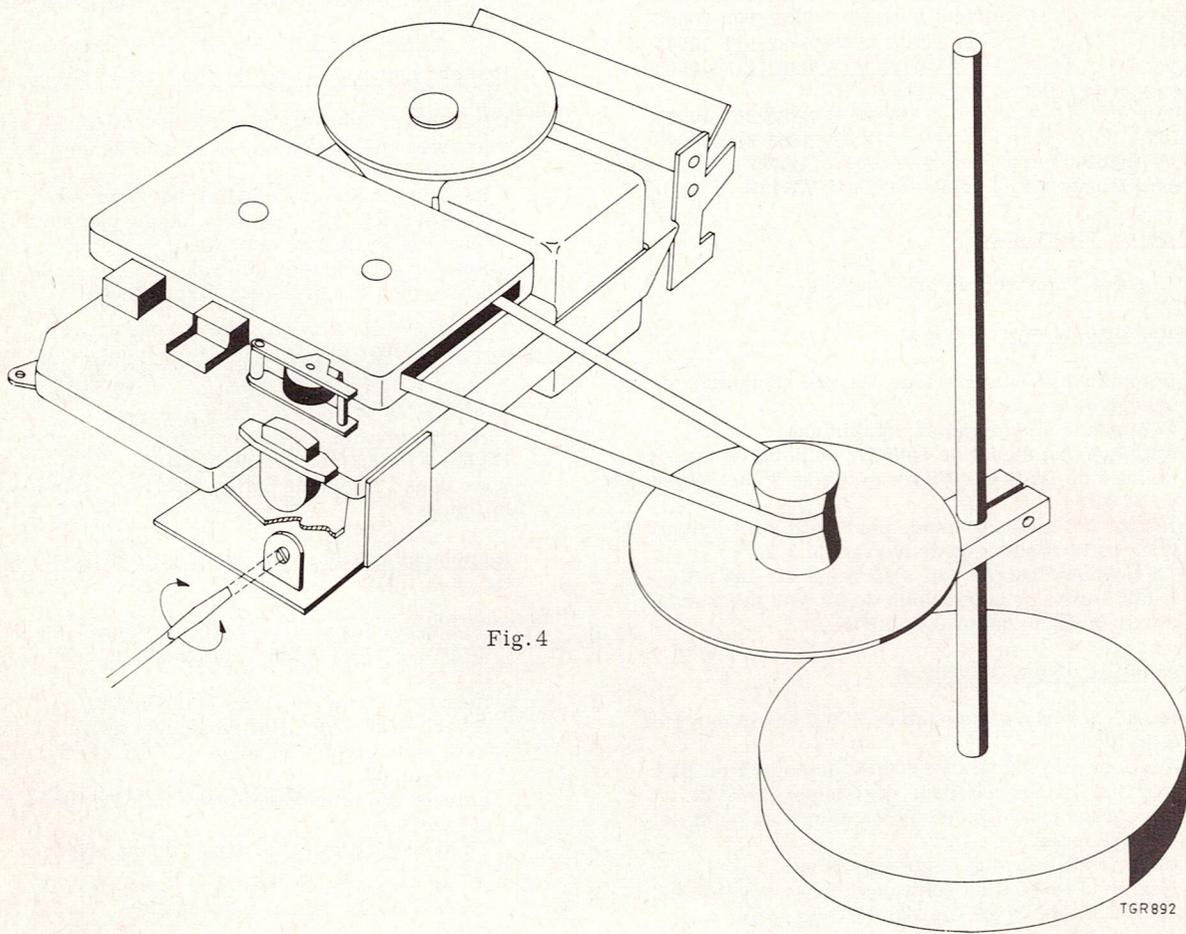

Fig. 4
2. A l'aide d'un disque stroboscopique, fig. 4
La bande peut alors être sortie par cette ouverture. Extraire l'appareil du boîtier et mettre la cassette en place. Disposer à côté de l'appareil un disque stroboscopique (référence 4822 395 90001 pour 50 Hz et 4822 395 90002 pour 60 Hz) et y faire défiler la bande, voir fig. 4.
- Si la vitesse de l'appareil 9102T/00T est trop petite, il faut vérifier si le galet presseur, la friction d'embobinage, le volant, etc., ne marchent pas trop difficilement. La vitesse de défilement peut ensuite être réglée au moyen de R41 (fig. 4). Si la vitesse est trop grande, elle peut également être réglée à l'aide de R41.